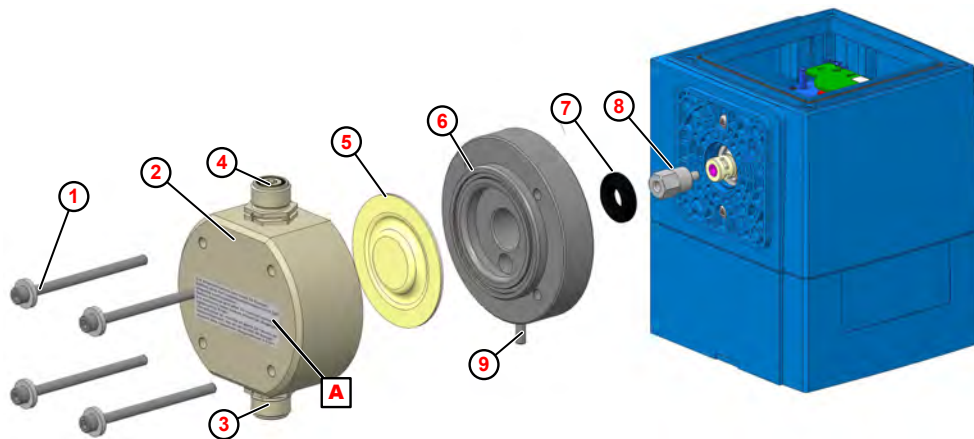

Fig. 24: Remplacement de la partie supérieure de la pompe, de la membrane et de la membrane de protection
1. ➤ Dévisser les soupapes d'aspiration et de refoulement ( Fig. 24 , ③ et ④ ).
2. ➤ Desserrer les vis de la tête de pompe ① et les déposer.
3. ➤ Déposer la tête de pompe ② .
4. ➤ Dévisser la membrane ⑤ .
5. ➤ Retirer la plaque intermédiaire ⑥ .
6. ➤ Retirer la membrane de protection ⑦ .
8. ➤ Poser la plaque intermédiaire de telle sorte que l'évacuation pour rupture de membrane ⑨ soit dirigée vers le bas.